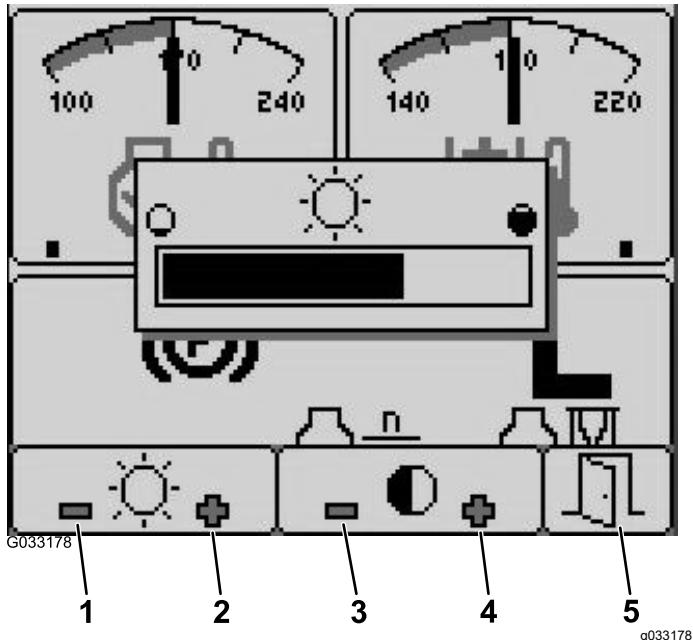

Figura 19
- Uscite dal menu selezionando il pulsante Esci (porta) (Figura 18 o Figura 19).
- Dalla schermata di avvio, premete il pulsante 5 per accedere alla barra del menu pop-up di luminosità/contrasto (Figura 19).
- Premete il pulsante 1 per diminuire la luminosità, il pulsante 2 per aumentare la luminosità, il pulsante 3 per diminuire il contrasto e il pulsante 4 per aumentare il contrasto (Figura 19).
- Una volta impostata la luminosità/contrasto, premete il pulsante 5 per uscire (Figura 19).